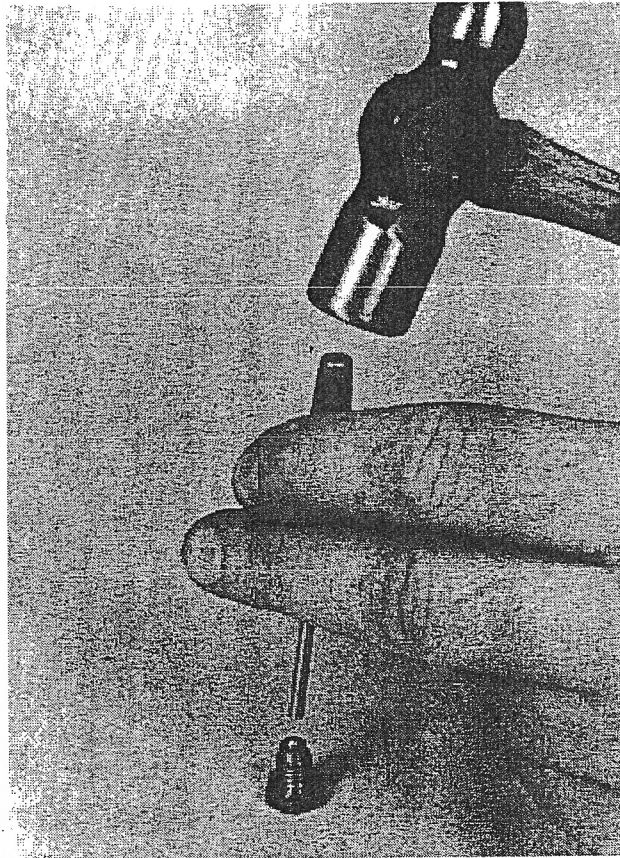

FIG. 157
11. Pon la tuerca boca arriba en un superficie lisa. Colócala en el hueco de la parte superior del tornillo como vemos en la Fig 157.